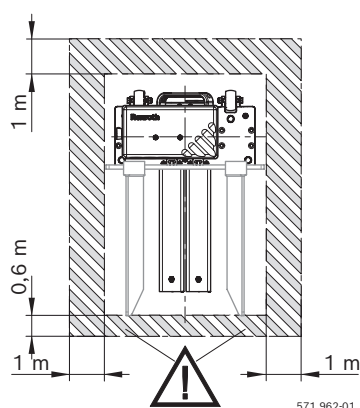
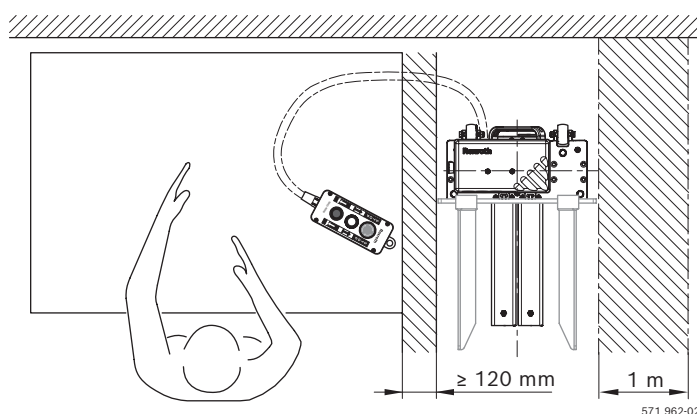

Fig. 1 : Élévateur de caisses avec zone de danger identifiée (jaune/noir)
Fig. 2 : Exploitation à proximité d'un poste de travail avec distances de sécurité marquées
Observer pour cela les propositions représentées dans Fig. 1 et Fig. 2 :
- Utilisation à pose libre (Fig. 1)
- Exploitation à proximité d'un poste de travail (Fig. 2)